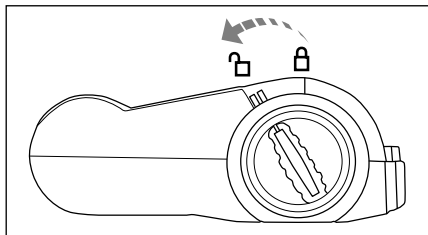

Fig. 7
- 1) Retournez la buse de sol ⑮.
- 2) Déverrouillez le rouleau brosse ⑮ en faisant tourner le dispositif de déverrouillage du rouleau brosse ⑰ en direction du symbole  (ouvert) (fig. 7).